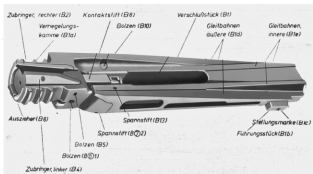

Abb. 6: Verschuß (B)
Der Verschuß (B) (Abb. 6) verschließt das Patronenlager des Laufes von hinten. Er betätigt den Zuführer, dient zum Laden und Entzünden der Patronen sowie zum Ausziehen der Hülsen und bewirkt in Verbindung mit dem Ausstoßer (E 13) das Ausstoßen der Hülsen.